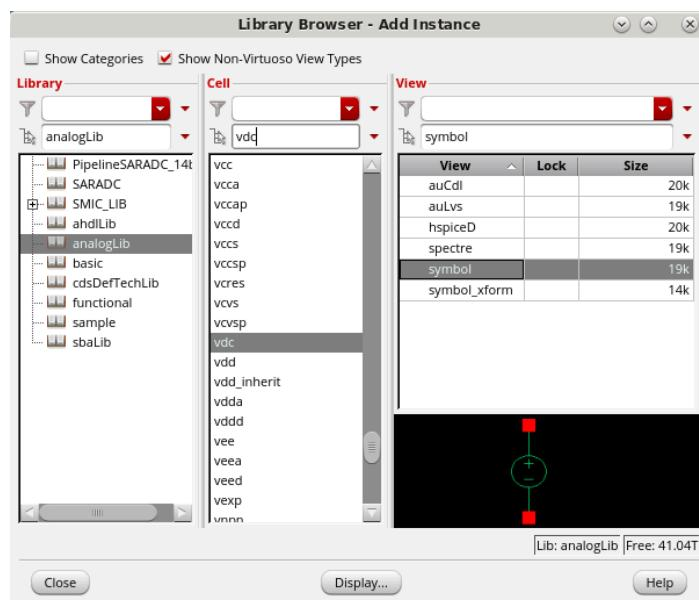

图 34 选择 vdc 单元
5. 在弹出的如图 34 所示的对话框中，选择 Library 列中的 `analogLib`，Cell 列中的 `vdc`，View 列中的 `symbol`。点击键盘上的 `Enter` 键。